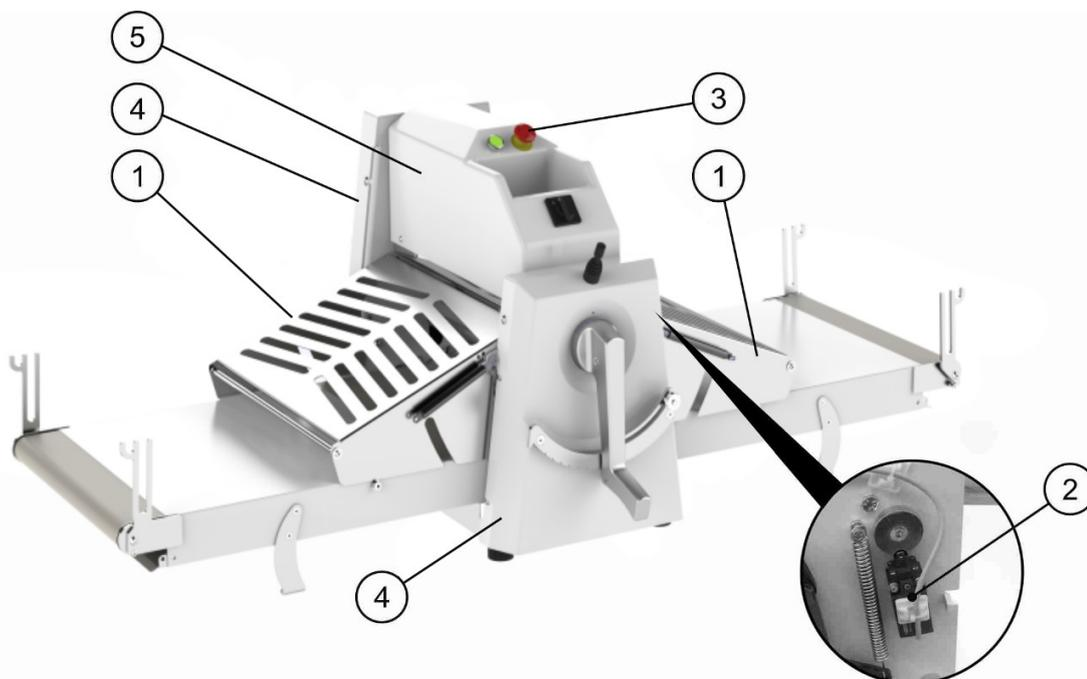

Рисунок 18
Ссылаясь на Рисунок 18, изложен перечень устройств и механизмов безопасности оборудования:
**Фиксированные защитные покрытия.** Речь идёт о защитных механизмах, зафиксированных специальными фиксаторами, которые не могут быть демонтированы без использования хотя бы одного специального инструмента. Ссылаясь на Рисунок 18, в основном речь идёт о частях, которые уже были ранее описаны в этом руководстве: